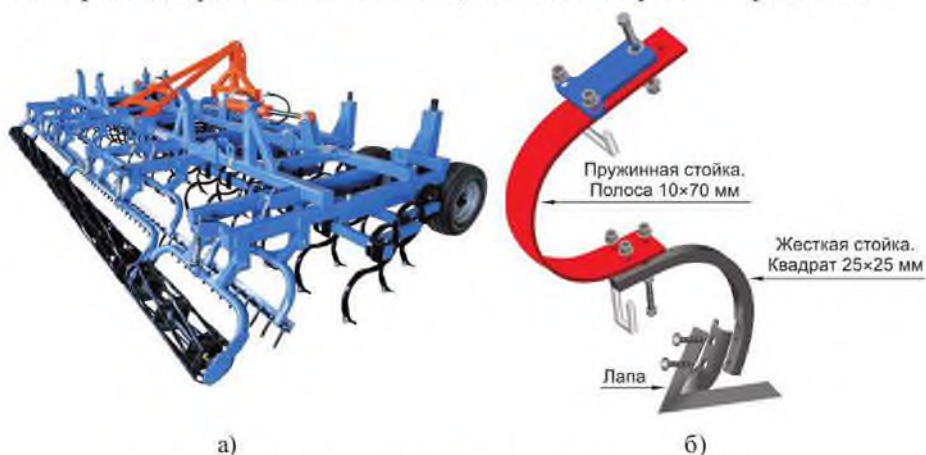

Рисунок 17.2 Культиватор (а) и лапа культиватора (б)
Казахстан – страна с развитой сельскохозяйственной отраслью, обладающая обширными угодьями для выращивания пшеницы, ячменя, овса, подсолнечника, рапса и других культур. Поэтому большое значение имеет техника для обработки земли. Перед посевом почву обрабатывают культиватором (рыхлителем), который прицепляют к трактору (рисунок 17.2 а).
- изучить назначение культиватора, конструкцию стрелчатой плоскорезущей лапы (рисунок 17.2 б);